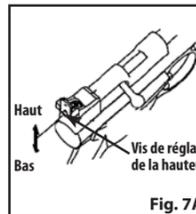

Fig. 7A
2. La hausse peut être réglée pour tirer plus haut ou plus bas (pointage en hauteur). Desserrez la vis de réglage de la hauteur en la tournant dans le sens inverse des aiguilles d'une montre. Déplacez la hausse vers le haut pour que le point d'impact du plomb aboutisse plus haut sur la cible. Déplacez la hausse vers le bas pour que le point d'impact du plomb aboutisse plus bas sur la cible. Resserrez ensuite la vis de réglage de la hauteur en la tournant dans le sens des aiguilles d'une montre. (Fig. 7A).